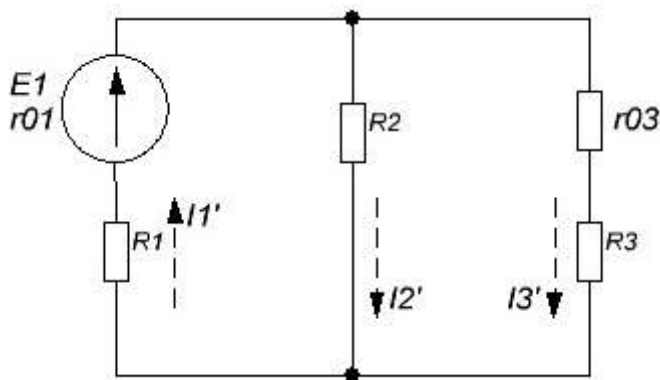

Рисунок 2 – Схема протекания частичных токов от E_1
1. Определяем частичные токи от первой ЭДС, приняв $E_3 = 0$. Схема принимает вид, представленный на рис.2.
1.1. Определяем общее сопротивление схемы (рис.2):